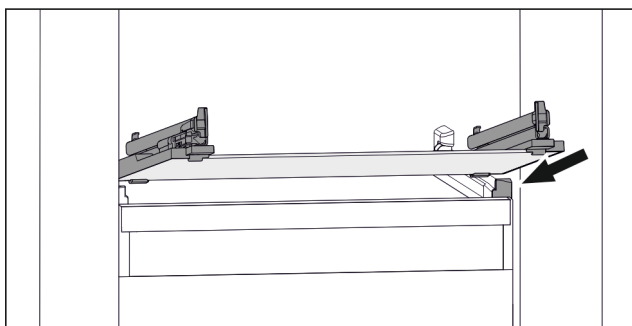

Fig. 115 Приблизне відображення скляної пластини
- ▶ Встановити скляну пластину за стопорами навкоси. (див. Fig. 115)